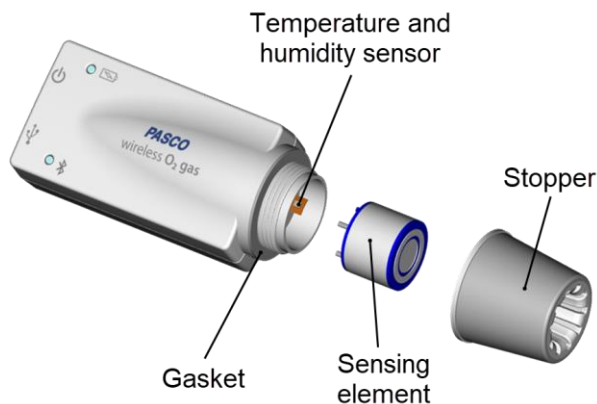

figura 1. Instalarea elementului de detectare.
1. Scoateți opritorul de la senzor rotind opritorul în sens invers acelor de ceasornic. Păstrați garnitura pe senzor. A se vedea figura 1.